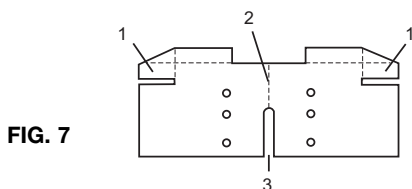

FIG. 7
- Piegare all'indietro le linguette della maschera di foratura (Fig. 7).